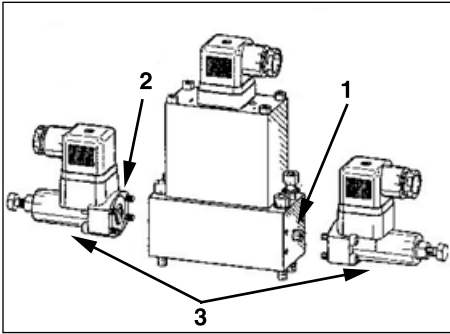

図3
1. 圧力を測定していたポートに一番近いバルブ本体の端のキャップネジとワッシャを取り外す。(図3、No. 1参照)
2. 圧力スイッチ取付け面のOリングに作動油を塗布する。(図3、No. 2参照)
3. スイッチを取り付けたキャップネジを使用して、バルブ端に圧力スイッチを取り付ける。3 FT-LBSへのトルク：4-N-M (図3、No. 3参照)